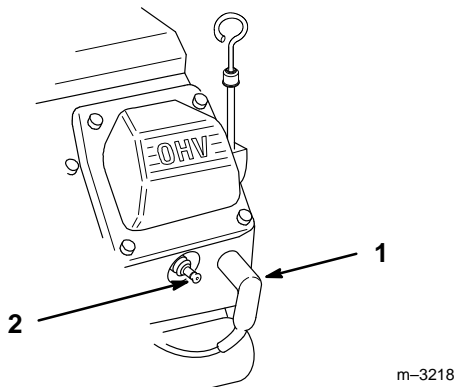

Abbildung 25
2. Das Kabel von der Zündkerze abziehen (Abb. 25). Dann den Bereich um die Zündkerze herum reinigen, um zu verhindern, daß Schmutz in den Motor gelangen und Schäden verursachen kann.
3. Die Kabel auf die Zündkerzen stecken (Abb. 25).